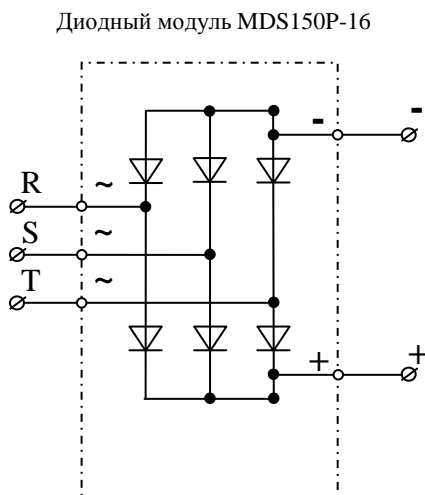

Рис. 4.4. Принципиальная схема диодного модуля MDS150P-16
4.7.2. Электрическая принципиальная схема диодного модуля MDS150P-16 приведена на рис.4.4 (на схеме также показаны внешние силовые клеммы ПЧ).